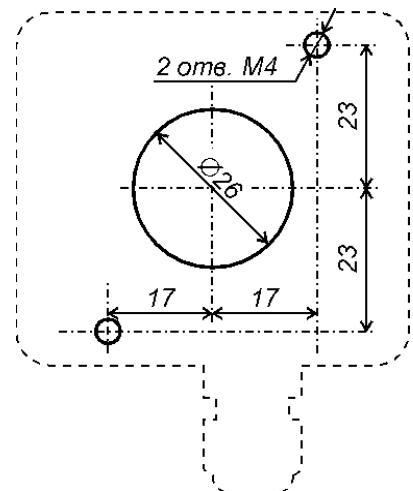
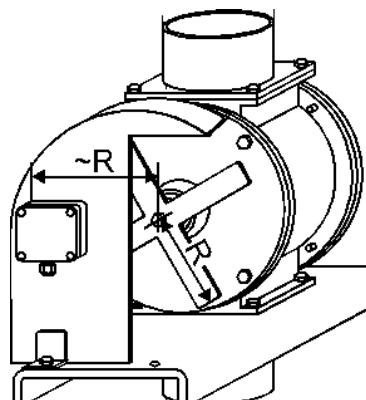

Рис. 4. Отверстия для монтажа.
Рис. 8. Контроль вращения шлюзового затвора.
Для монтажа датчика на коробе механизма или продуктопроводе следует подготовить установочные отверстия, показанные на рис. 4. Если толщина стенки мала для нарезания резьбы, то РДД-03А крепится саморезами, а вместо резьбовых отверстий сверлятся отверстия под саморез.
Пунктирной линией на рис. 4 обозначены контуры датчика РДД-03А (вид со стороны крышки).
**Для контроля вращения шлюзового затвора** на его вал крепится крыльчатка (рис. 8). Если ряд затворов имеют общий вал, крыльчатка монтируется на последний механизм группы. РДД-03А устанавливается снаружи на защитный кожух затвора, на максимальном расстоянии от вала (оно должно приблизительно соответствовать радиусу крыльчатки R). Центральное установочное отверстие (рис. 4) должно полностью пересекаться вращающимися лопастями. При аварийной остановке вала (разрушение соединительных муфт, обрыв фазы на электродвигателе и т. д.) датчик либо отключает механизм, либо выдает сигнал в систему управления.